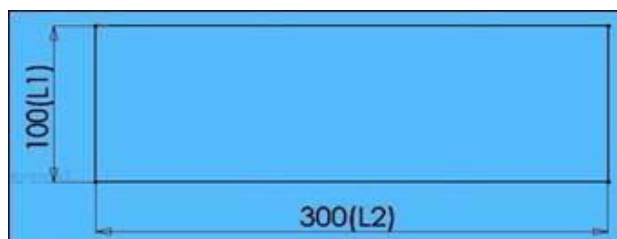

Рисунок 7.1 – Прямокутник
3. У дереві конструювання виберіть площину «Зліва»; для зручності виберіть настройку виду «Спереду» і намалюйте прямокутник у відповідності з даними вашого варіанта (див. табл. 7.1). Додайте взаємозв'язок для вертикальних ліній «Вертикаль» (рис. 7.1).